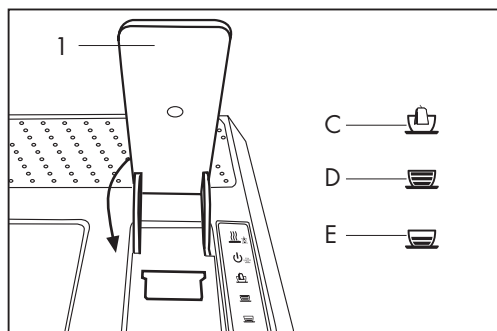

Fig. 10
- Richiudere completamente la leva (1) e premere uno dei tasti erogazione lunga ☕ (D) o corta ☕ (E) in base ai propri gusti. Se si inserisce una capsula per il Té premere il tasto ☕ (C) (Fig. 10)